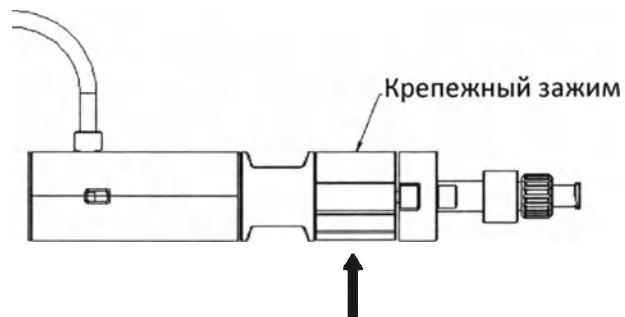

Рис. 7 Снятие крепежного зажима.
- ♦ Удерживайте систему доставки в неподвижном состоянии. Отсоедините крепежный зажим от захвата системы доставки (рис. 7).
- ♦ Keep the delivery system stationary. Remove the Secure Buckle from the grip of the delivery system. (Fig. 7)